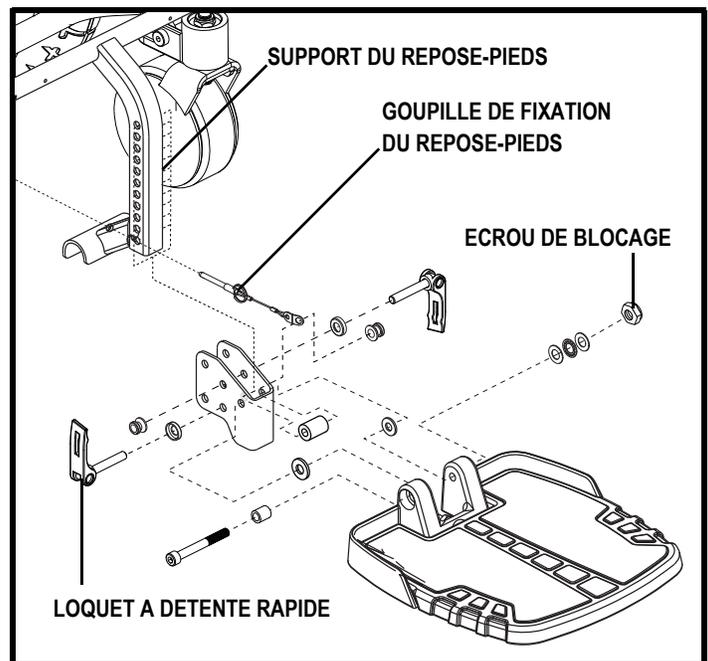
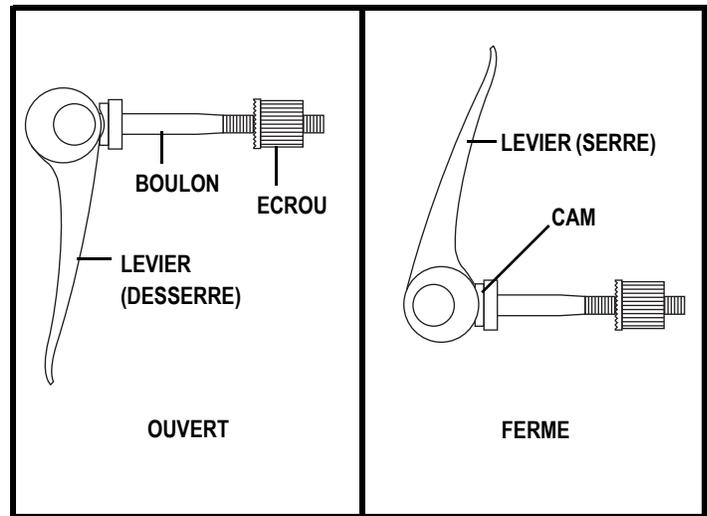

Figure 22. Réglage du repose-pieds
Figure 23. Loquet à détente rapide
1. Détendez et retirez les loquets à détente rapide du support du repose-pieds. Voir la figure 22.
1. Appuyez sur le bouton pression du loquet pour le retirer de la fixation. Voir la figure 22.
Loquets à détente rapide: Le repose-pieds est fixé à la base motorisée à l'aide de deux loquets à détente rapide. Voir la figure 22. Chaque loquet est composé d'un levier à came, d'un boulon et d'un écrou. Voir la figure 23. La came à l'extrémité du levier lui permet de s'ouvrir ou de se refermer en place. Quand au loquet, il peut se desserrer ou se resserrer. Lorsque le levier est ouvert le loquet est desserré. Tandis que lorsqu'il est fermé, il est serré.